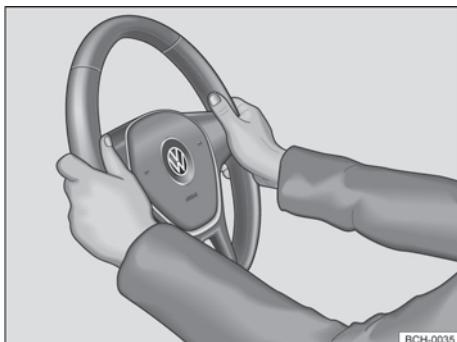

Fig. 63 No volante: posição 9 e 3 horas.
- Ajustar a posição do volante de forma que possa segurá-lo lateralmente pela borda externa *nas posições de 9h e 3h* → Fig. 63 com ambas as mãos e os braços ligeiramente dobrados.
- Empurrar a alavanca ① sempre pelo manípulo com firmeza para cima após o ajuste, para travar a posição do volante.
- Durante a condução, sempre segurar o volante com ambas as mãos lateralmente na borda externa *nas posições de 9h e 3h* → **Fig. 63**, para reduzir ferimentos causados por um acionamento do airbag frontal do condutor.